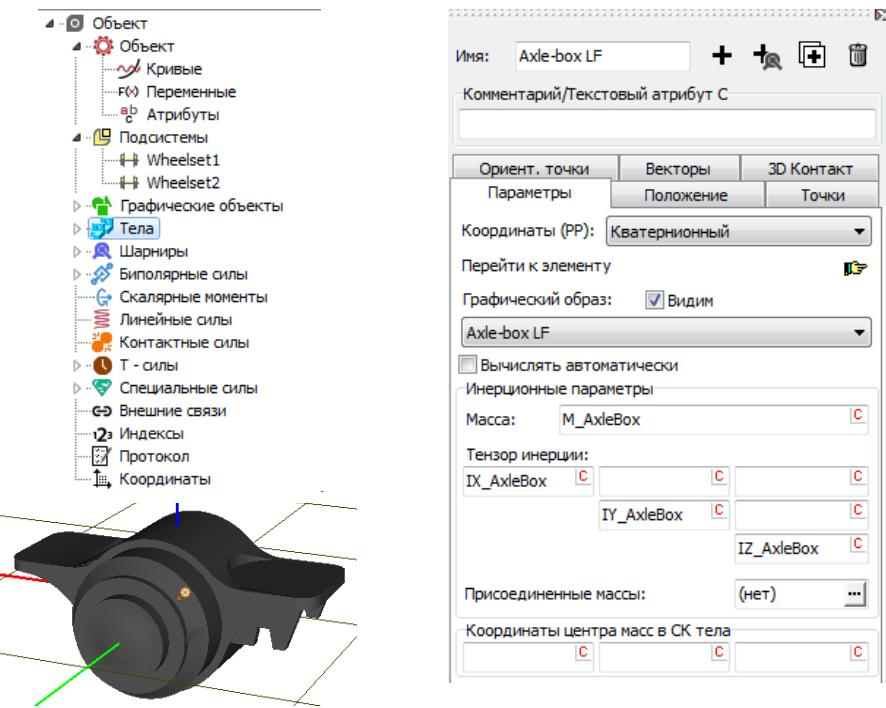

Рис. 2.12. Добавление тела: левая передняя букса
Перейдите к списку тел модели, пока пустому (пункт Тела списка элементов), рис. 2.12, слева.
- Задайте момент инерции буксы относительно оси вращения с помощью идентификатора **IY\_AxleBox = 3 кг·м2** (вот здесь русские буквы использовать нельзя), рис. 2.12, справа.
**Замечание** В качестве инерционных параметров для букс достаточно задать момент инерции относительно оси **Y**, как сказано выше. Вместе с тем, для интегрирования модели с помощью параллельной модификации метода Парка (**Park Parallel**) нужно также задать массу и все осевые моменты инерции (диагональные элементы тензора инерции). Поэтому, если в дальнейшем вы захотите использовать параллельную модификацию метода Парка для интегрирования уравнений движения этой модели, то инерционные параметры нужно задать так, как показано на рис. 2.12, справа. При задании в качестве инерционных параметров для буксы только момента инерции относительно оси **Y** будут доступны все методы интегрирования, кроме **Park Parallel**.
- Задайте моменты инерции буксы относительно осей **X** и **Z** с помощью идентификаторов **IX\_AxleBox = 3 кг·м2**, **IZ\_AxleBox = 3 кг·м2**, рис. 2.12, справа.